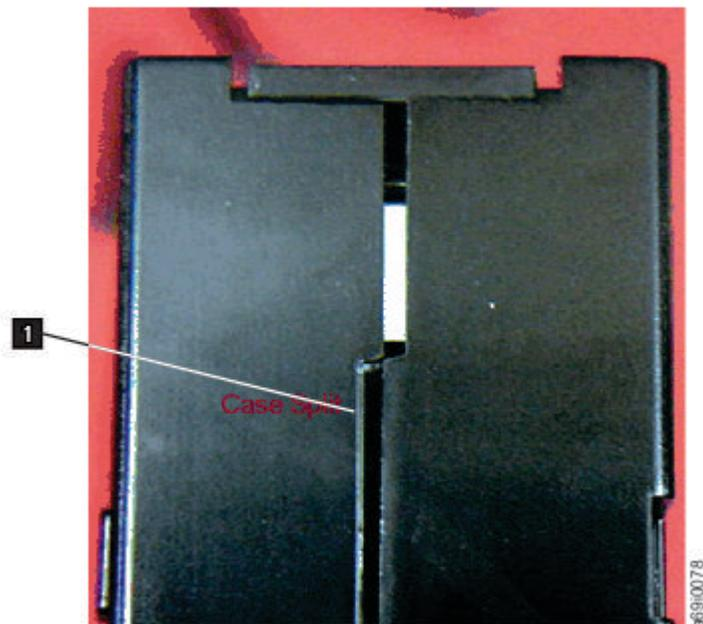

图 90. 检查盒带接合处的间隙
- 检查盒带背面（首先装入到磁带装填仓的部分），确保盒带外壳的接合处没有空隙。中的 **4**。如果接合处有空隙（请参阅图 90），那么导销可能会脱落。